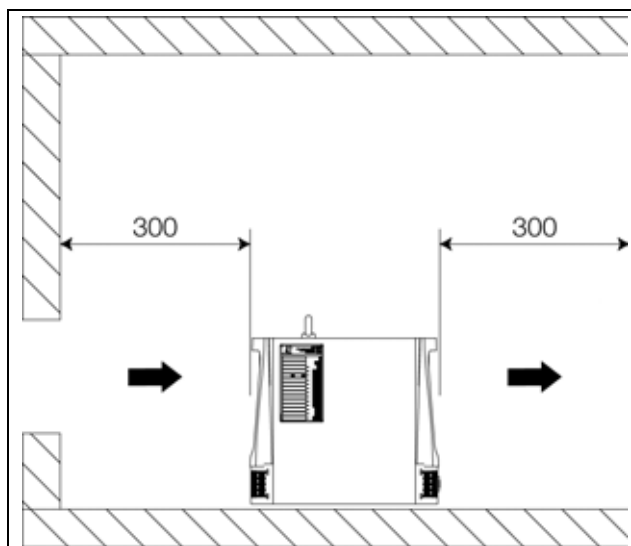
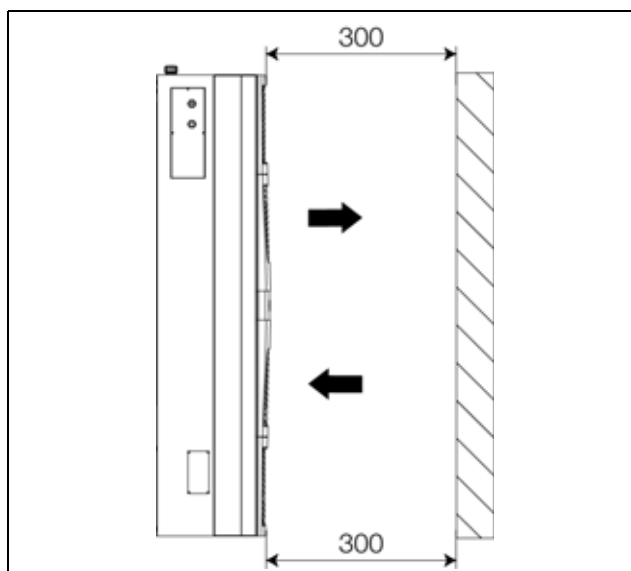

Рис. 38: Минимальные расстояния
Рис. 39: Минимальные расстояния
- Для облегчения работ по обслуживанию и ремонту, необходимо соблюдение минимальных расстояний, указанных на рис. 38 или рис. 39.
- Во избежание "замыкания воздушного потока" (смешение входящего и выходящего воздуха) и для гарантии полной мощности охлаждения, необходимо соблюдение минимальных расстояний, указанных на рис. 38 или рис. 39.